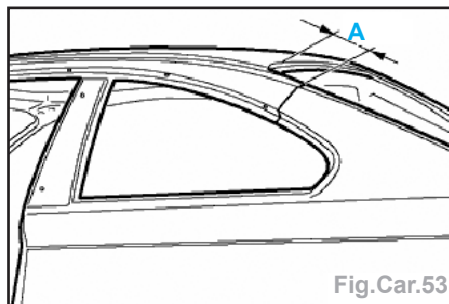

Fig.Car.53
- Déterminer la ligne de coupe au niveau du pied AR et la tracer (Fig.Car.53).
- Cote (A) = 350 mm du passage carré pour l'agrafe de fixation de l'enjoliveur (bague chromée).
- Déterminer et tracer la ligne de coupe du pied arrière sur le pied AR (Fig.Car.53).
- Cote (A) = 450 mm du bord du toit.